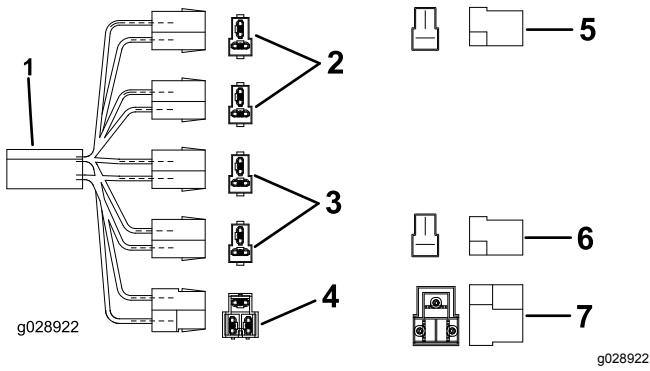

Bild 3
6. Verbinden Sie das Anschlusskabel mit dem Hauptkabelbaum der Maschine (Bild 3).
7. Schließen Sie einen schwarz-grünen Stecker am Anschluss des hinteren Blinkers und den schwarz-rot-orangen Stecker am Anschluss der Rückleuchte an (Bild 3).
7. Stecken Sie den Kabelbaum der Nummernschildlampe in eine Anschlussleitung auf der Rückseite der elektrischen Montageplatte; siehe Bild 3 in Befestigen der Rückleinheiten \(Seite 3\)